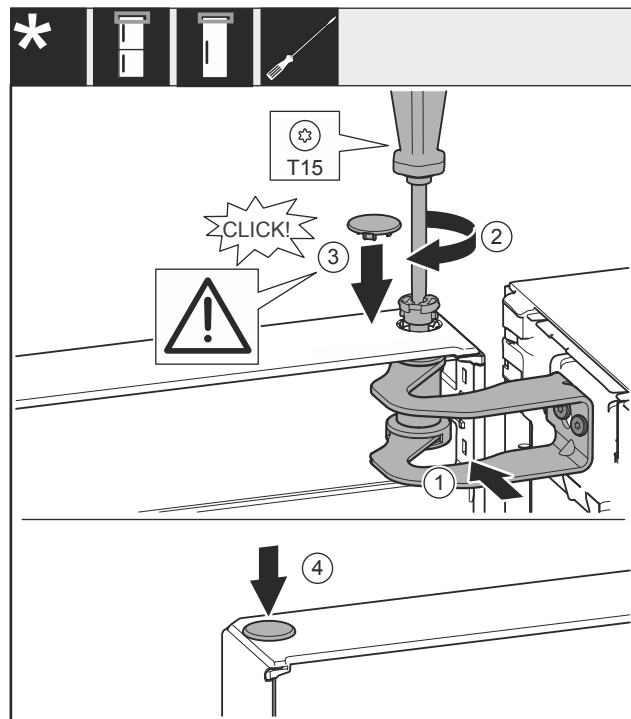

Fig. 24
- ▶ 将冰箱门对准托架 Fig. 24 (1) 中的开口。
- ▶ 放入螺栓 Fig. 24 (2) 并用螺丝刀拧紧。
- ▶ 装入盖板 Fig. 24 (3)。
- ▶ 检查盖板 Fig. 24 (3) 是否紧贴在冰箱门上。
- ▶ 装入盖板 Fig. 24 (4)。